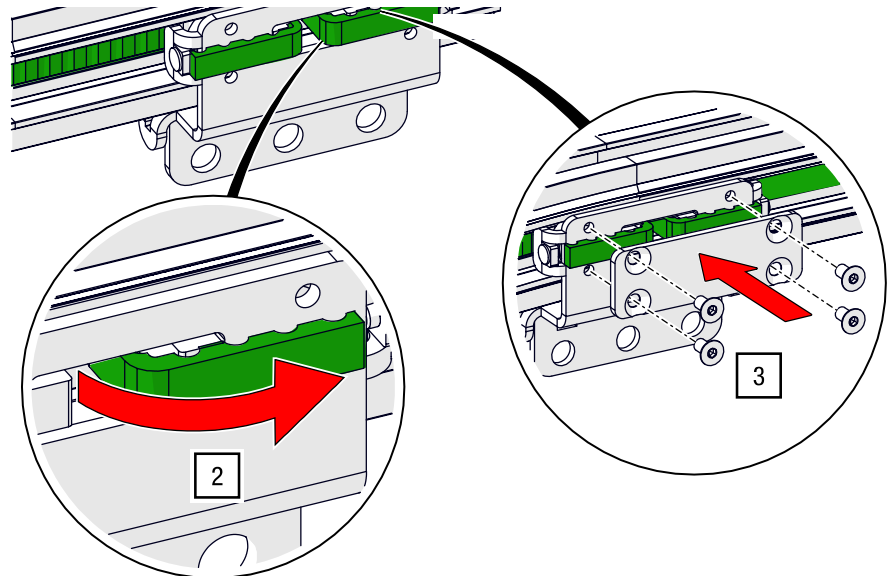

Abb. 84: Zahnriemenmontage – Riemenenden durch den Zugwagen führen und verklemmen
2. Ziehen Sie den Zugwagen über die beiden Enden und ziehen Sie die Enden mit einer Spitzzange durch das freigegebene Loch jeweils nach links und rechts außen (siehe Abb. 84).
3. Montieren Sie die Klemmplatte wieder und verklemmen Sie die Riemenenden (siehe Abb. 84).